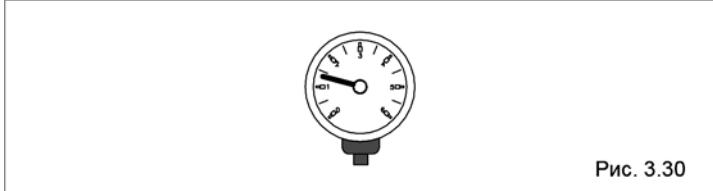

Рис. 3.30
- Откройте запорные устройства на водопроводе и медленно заливайте воду до тех пор, пока манометр системы **в холодном состоянии** не покажет значение 1,5 бар (рис. 3.30).